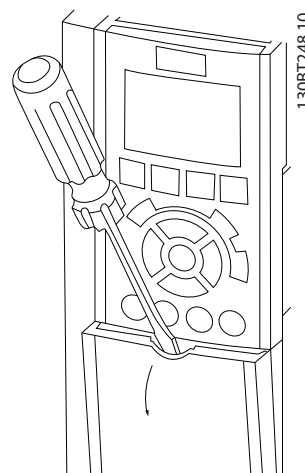

Ilustración 2.12 Acceso al cableado de control de las protecciones A2, A3, B3, B4, C3 y C4
- Retire la placa de cubierta de acceso con un destornillador. Consulte *Ilustración 2.12*.